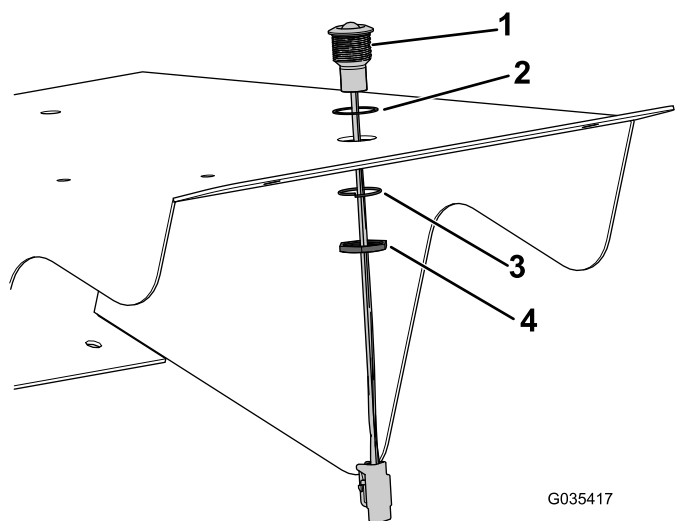

Figure 11
10. Montez le témoin au sommet du couvercle ; voir la Figure 11 pour l'orientation correcte.